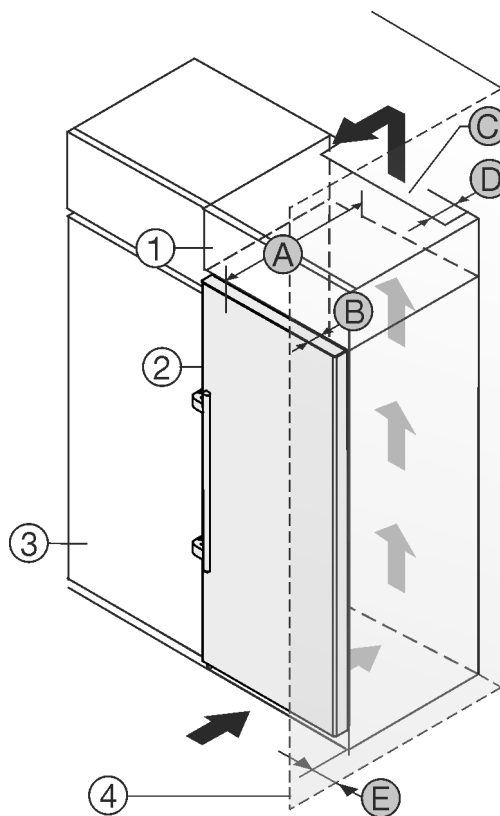

Fig. 1
- (1) Nadgradna omara
- (2) Naprava
- (3) Kuhinjska omara
- (4) Stena
- (A) Globina naprave
- (B) Globina vrat
- (C) Presek prezračevanja
- (D) Odmik hrbtne strani naprave
- (E) Odmik do strani naprave
Aparat lahko postavite neposredno ob kuhinjsko omara Fig. 1 (3).
Na zadnji strani nadgradne omare mora biti zaradi prezračevanja in odzračevanja po vsej širini nadgradne omare prezračevalni jašek globine Fig. 1 (D).
Pod stropom je treba upoštevati presek prezračevanja Fig. 1 (C).
Če aparat postavite s tečaji ob steni Fig. 1 (4), mora razdalja med aparatom in steno znašati vsaj 57 mm . To ustreza velikosti ročaja pri odprtih vratih.
Da lahko vrata povsem odprete, mora aparat štrleti ven vsaj za globino vrat Fig. 1 (B) glede na sprednji del kuhinjske omare. Odvisno od globine kuhinjskih omare Fig. 1 (3) in uporabe stenskih distančnikov lahko aparat štrli bolj ven.